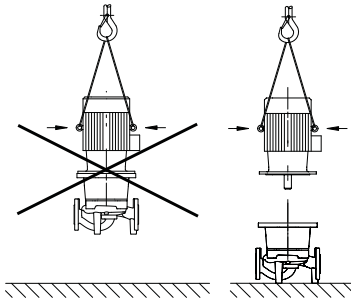

Fig. 6: Transport av motorn
- Transportöglorna på motorn får endast användas för att lyfta motorn, inte hela pumpen (fig. 6).